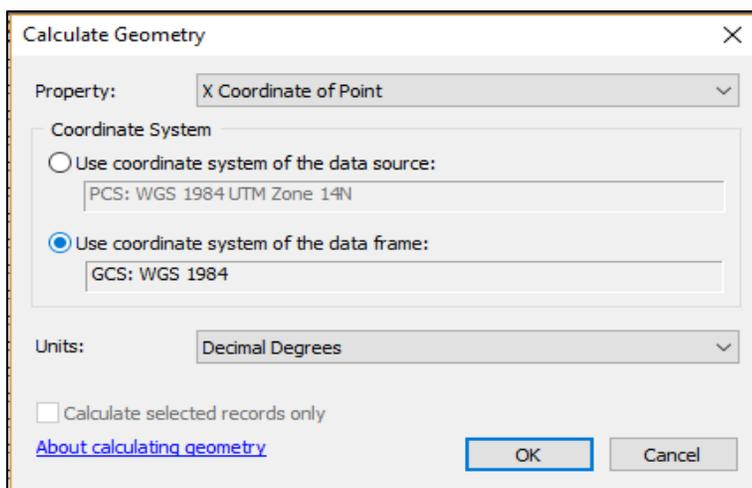

Figura 15. Ejemplo 2 de la Herramienta para Calcular la Geometría
- 2.4.4 Para las columnas [X_COORD] y [Y_COORD] seleccionar [Use coordinate system of the data source] (Figura 15).
- 2.4.5 Para [LATITUDE] y [LONGITUDE] seleccionar la segunda [Use coordinate system of the data source] (Figura 15).